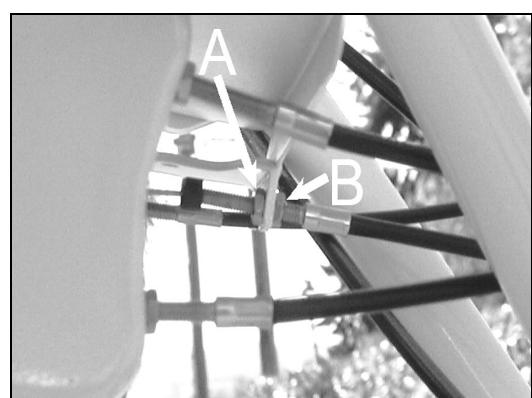

Figura 14
- Para tensar el cable de tensión: desatornille el tornillo de fijación (A, figura 14) y atornille la tuerca B contra la tuerca de fijación A. Pruebe la máquina de nuevo. Realice el ajuste otra vez en caso necesario.
- Para soltar el cable de tensión: desatornille el tornillo de fijación (B, figura 14) y atornille la tuerca A contra la tuerca de fijación B. Pruebe la máquina de nuevo. Realice el ajuste otra vez en caso necesario.